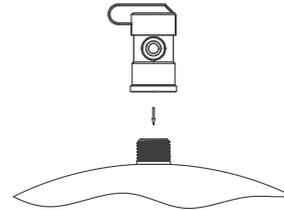

Рис. 5
2. Присоединить шаровой клапан бака к вершине бака. Рис.5